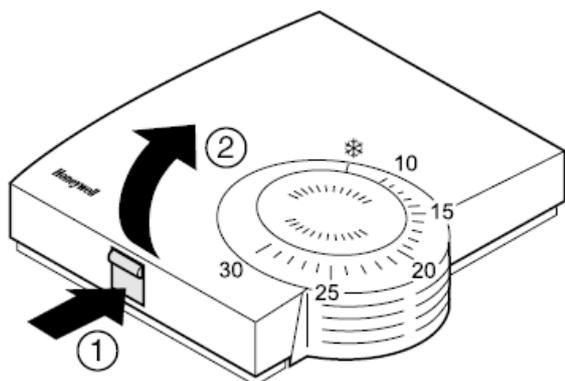

Fig. 10: Enlever le capot du HCW80
- Enlever le capot du HCW 80 (voir Fig. 10).
- Enlever le capot du HCW80 (voir Fig. 10, Page 4).